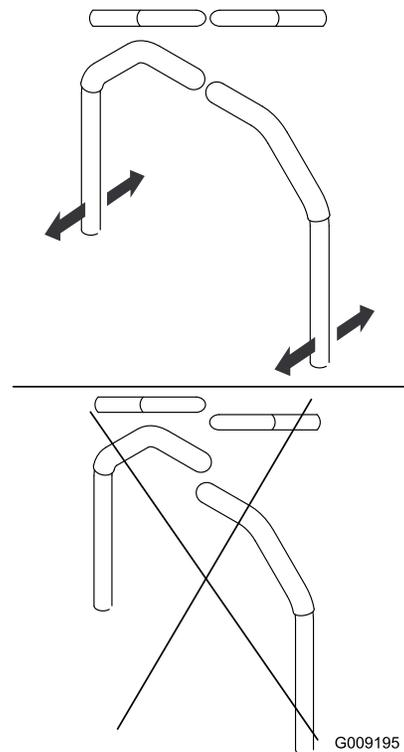

Рисунок 51
9. Отрегулируйте продольное положение рычагов, установив их вместе в НЕЙТРАЛЬНОЕ положение и сдвинув так, чтобы они совпали, затем затяните болты (Рисунок 51).